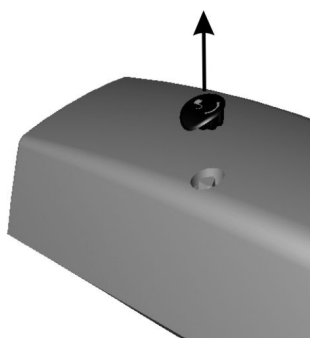

Fig. 7
- STONE / I : togliere il tappo di protezione Fig.7, inserire la chiave in dotazione nell'apposita sede e girare in senso orario sino ad arrivare al punto di battuta, a questo punto il pistone è sbloccato Fig. 8. Volendo richiudere il cancello e bloccarlo, in situazione ancora d'emergenza, sarà sufficiente ruotare l'apposita chiave di sblocco in senso antiorario. A questo punto il blocco avverrà automaticamente alla prima manovra di chiusura del cancello sia automatica che manuale.